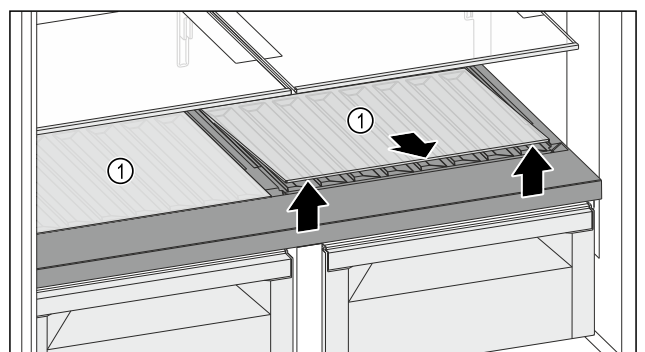

Fig. 117
- ▶ Dvignite stekleno ploščo ali obe stekleni plošči Fig. 117 (1) pri odprtini spredaj in ju odstranite.
- ▶ Stekleno(-e) ploščo(-e) Fig. 117 (1) varno shranite zunaj naprave.